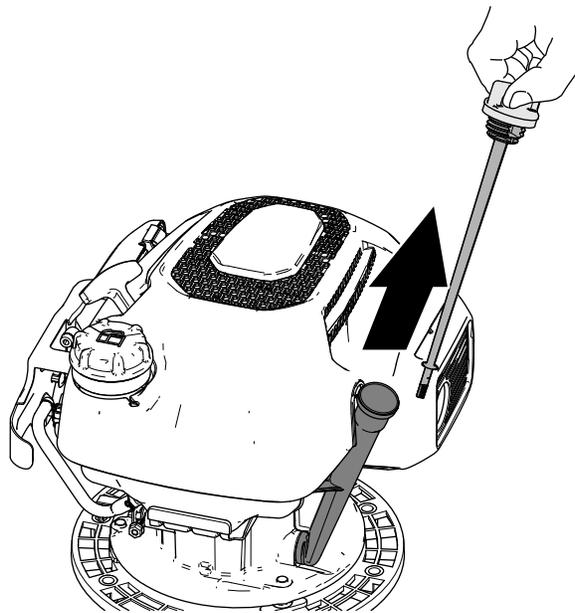

図 14
2. オイルフィルタの補給口からディップスティックを抜きウェスで一度きれいに拭く(図 14)。
5. ハンドルバーのフィッティングを上部ハンブローバーに固定する(図 14)ボルト $\frac{1}{4}$  x  $1\frac{3}{4}$ "ロックナット $\frac{1}{4}$ "を使用する。